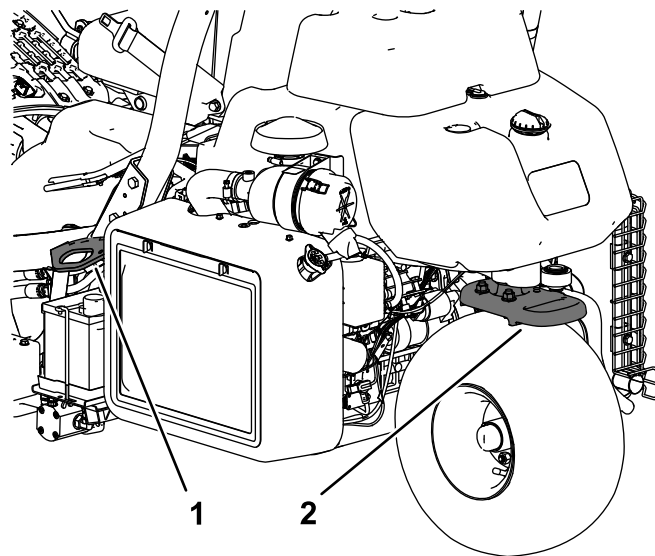

Figura 30
- Legai maina în sigurană folosind curele, lanuri, cabluri sau frânghii. Atât curelele din față, cât i cele din spate trebuie să fie îndreptate în jos i spre exteriorul mainii (Figura 30).